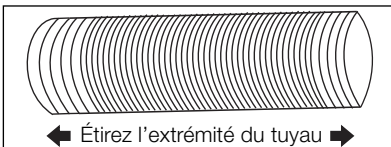
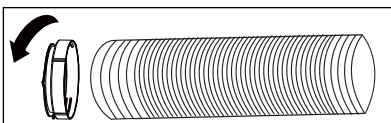

Fig. 5
Fig. 6
- Étirez l'un des côtés du tuyau (Fig. 5) et vissez le tuyau à l'adaptateur A (Fig. 6).